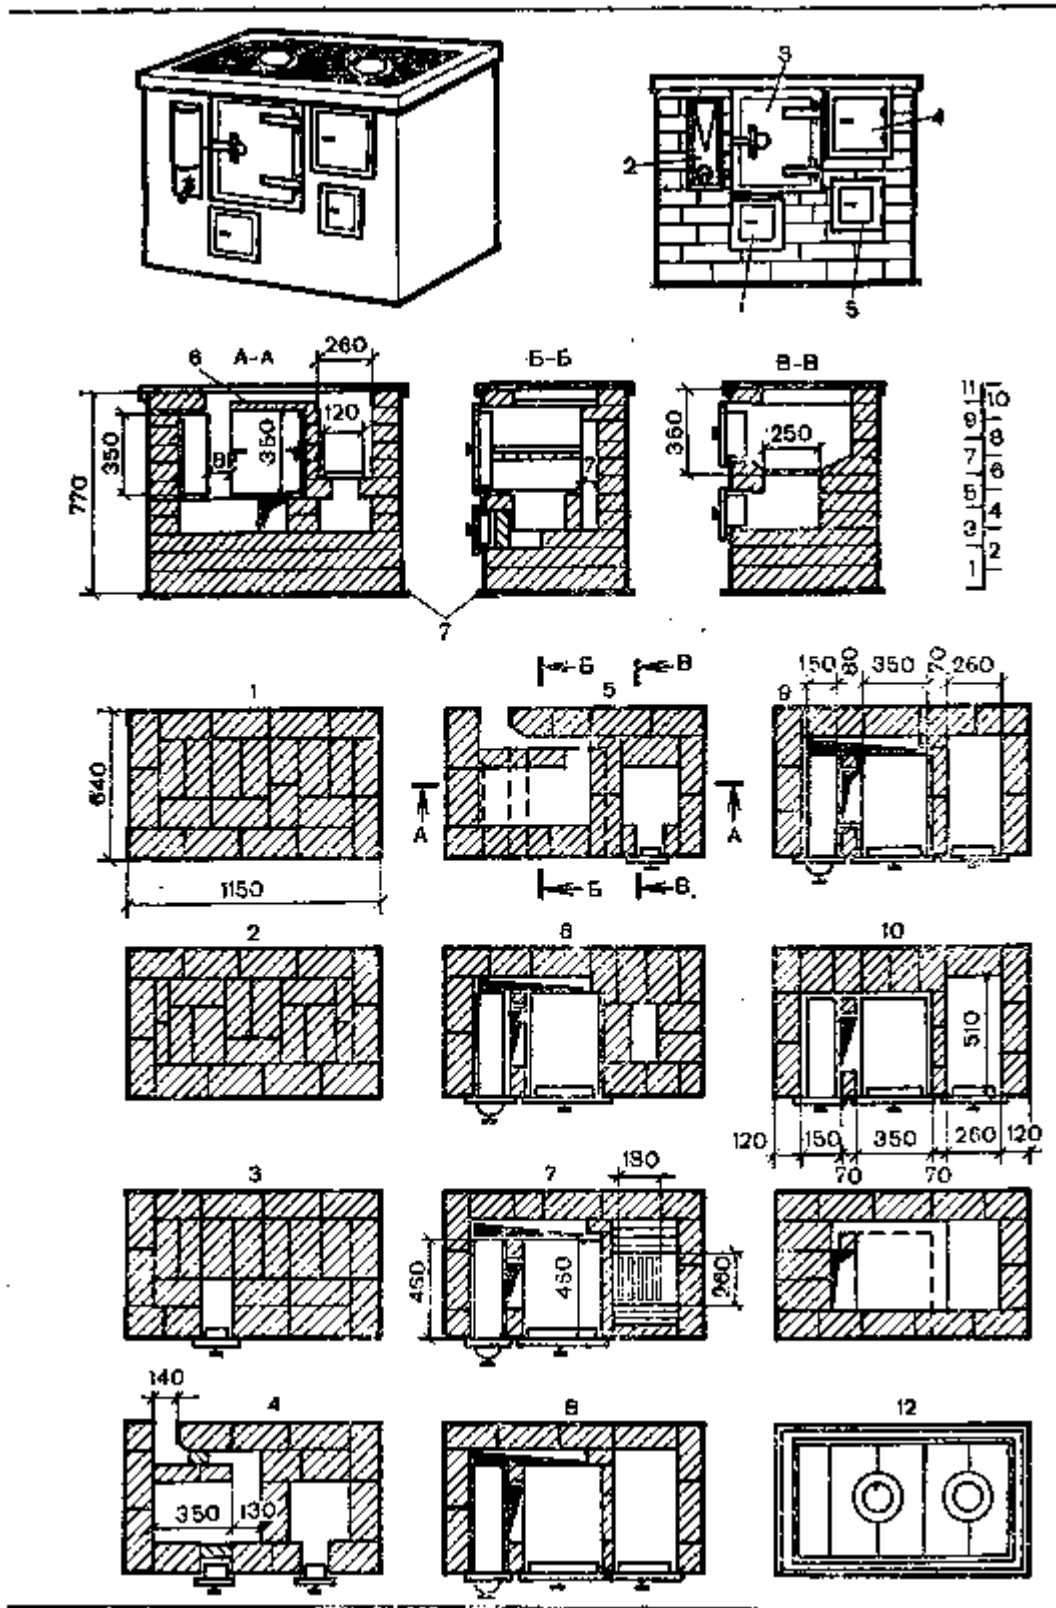

Рис. 204. Кухонные плиты:
(рис. 204, а) размером 1020X X640 мм. Для выполнения требует 148 шт. кирпича.
**Кухонная плита с духовкой, обогреваемой равномерно со всех сторон** (рис. 204,6). У вышерассмотренной кухонной плиты стенка, имеющаяся между духовкой и топкой, плотно примыкает к одной стороне духовки и меньше нагревается. Подобный недостаток устранен у этой плиты.
Кухонная плита с духовкой и водогрейной коробкой (рис. 204,б).